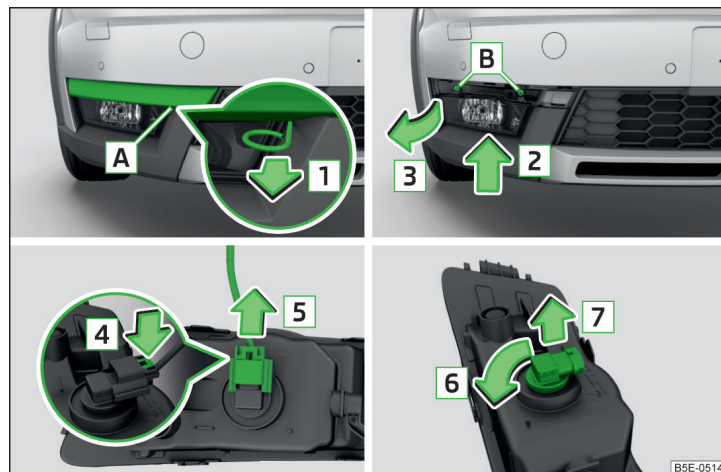

Fig. 248 Desmontar el faro antiniebla / Cambiar la bombilla - variante 2
- Introducir en la apertura **A** » fig. 248 el estribo para retirar los tapacubos integrales » pág. 221, *Equipo de herramientas a bordo*.
- Monte el faro antiniebla en sentido contrario al de la flecha [3] » fig. 248 y enrósquelo.